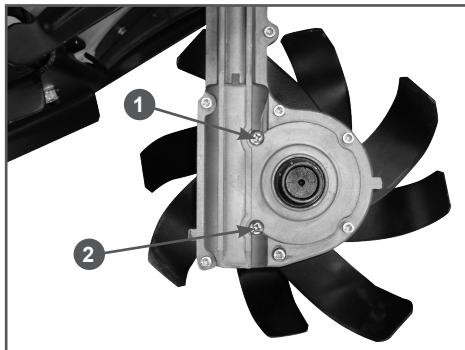

Рис. 13 Заправка масла в корпус редуктора
- Открутите пробку 1 контрольного отверстия (Рис. 13).
- С помощью специального шприца или масленки через контрольное отверстие 1 заливайте в корпус редуктора масло до тех пор, пока оно не начнет вытекать из контрольного отверстия 1 (Рис. 13).
- Закрутите на место пробку 1 контрольного отверстия (Рис. 13).